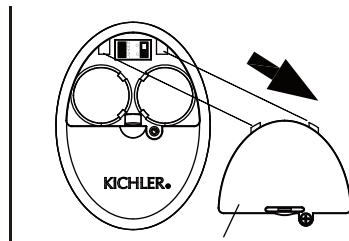

Fig. 27
**Étape 2.** À l'aide d'un tournevis, retirez le couvercle de la batterie du combiné et conservez la vis pour une utilisation ultérieure. (Fig. 27)